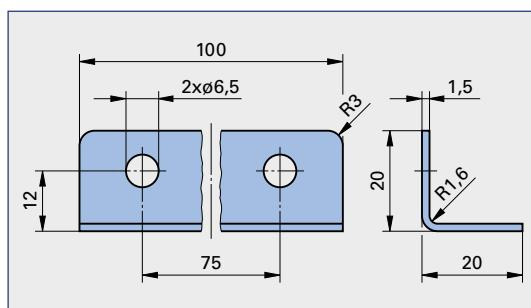

Bild 2
4. In den Ständer Pos. 1 (**Bild 2**) werden jeweils links und rechts 22 rechteckförmige Aussparungen für die Aufnahme der CD-Hüllen gestanzt. Der untere Randabstand bis zur Mitte der ersten Stanzung beträgt 56 mm. Der obere Randabstand bis zur Mitte der letzten Stanzung beträgt 124 mm. Die Gesamtlänge ist 600 mm. Wie groß ist die Teilung p in mm?